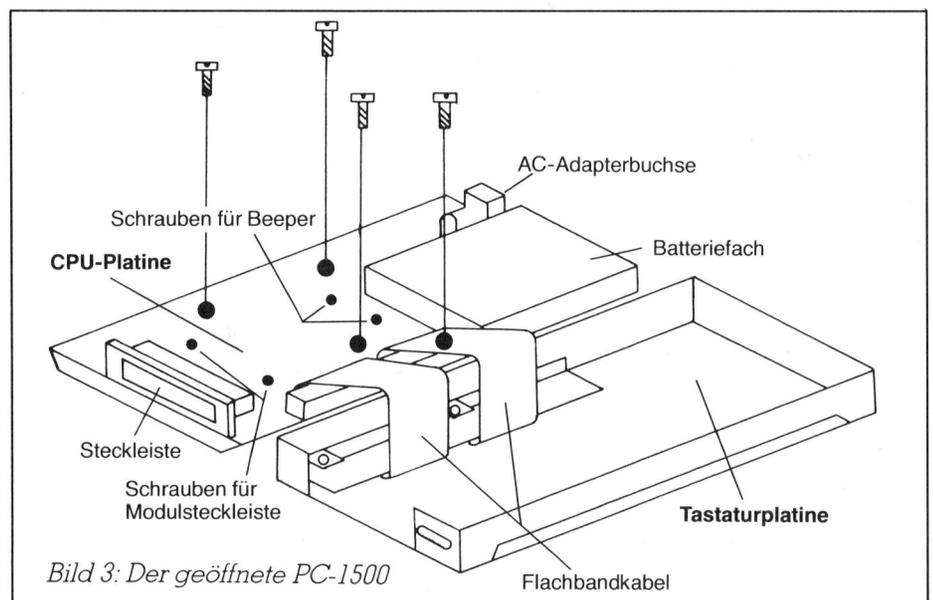

Bild 3: Der geöffnete PC-1500
- Jetzt kann man die beiden SHARP-Hälften auseinanderklappen. Sie sind mit zwei Flachbandkabeln verbunden (Bild 3).
Signal  $S0$  angesprochen wird, ist mit einem HM 6116 (oder einem TC 5517) besetzt. Das IC HM 6116 ist ein 2 KByte CMOS RAM von Hitachi. Höchstwahrscheinlich wird man in seinem SHARP aber einen TC 5517 finden. Das ist ein Aequivalent von Toshiba. Das IC befindet sich auf der Tastaturplatte in der rechten hinteren Ecke, wenn man den SHARP so geöffnet hat, wie dies in Bild 3 gezeigt wird. Natürlich ist auch dieses IC eine Flatpack-Version, wie die meisten IC's im SHARP. In diesem RAM befinden sich die 1850 Bytes BASIC-Speicher und der Reserve-Speicher. Es wird im Memory-Map als «2 KByte RAM, (Standard Hauptspeicher)» bezeichnet.